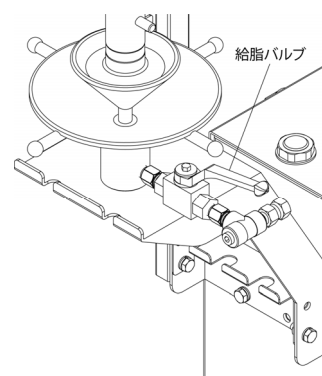

Fig.14
- 1) 給脂バルブを開くとポンプが作動し、アンダーコーンの間からグリースがベアリングに充填されます。(Fig.14)